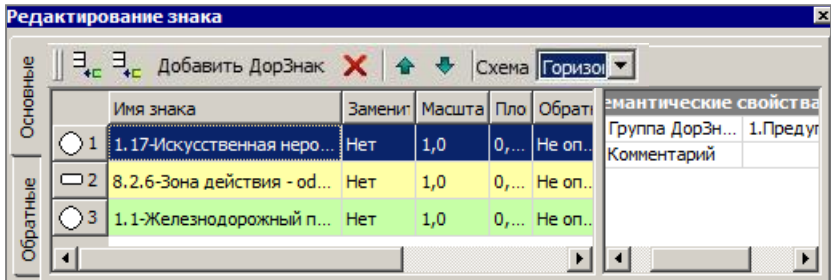

Рис. 29.13
**Редактирование знака** – панель для уточнения настроек (схема расположения 2-х и более знаков, замена изображения, масштаб, площадь, типоразмер) и количества щитков, как основных, так и обратных, в т.ч. на двухсторонних знаках (рис. 29.13).
При помощи кнопки **Добавить ДорЗнак** (рис. 29.13) можно выбрать созданный ранее знак (из числа знаков активной ОДД) и добавить его к создаваемому или редактируемому знаку, т.е. объединить знаки на одной опоре.